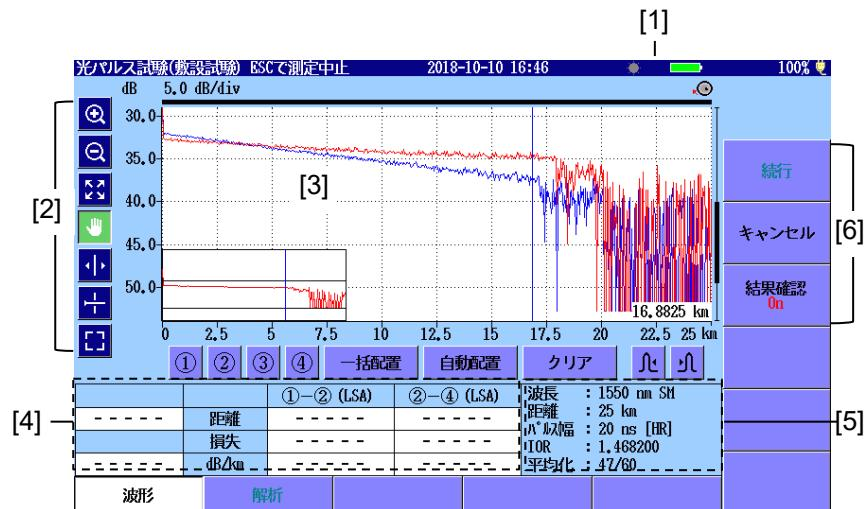

図 6.5-2 試験実行中の画面
「図 6.5-2 試験実行中の画面」で結果確認を [On] に設定すると、各ファイルの試験終了後に、光パルス試験（敷設試験）の試験結果が表示されます。
- 接続チェックが [Off] の場合、「図 6.5-2 試験実行中の画面」が表示されます。